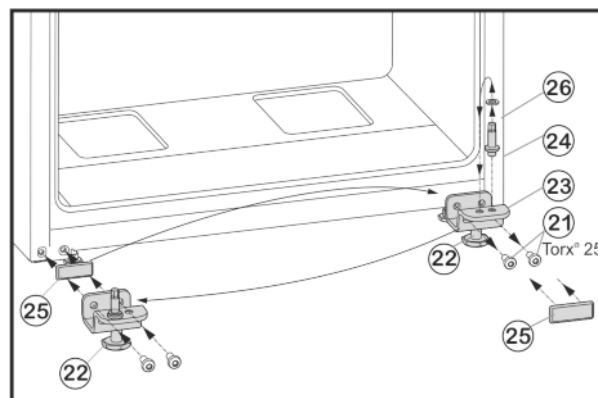

Fig. 6
- Upevňovací šrouby Fig. 6 (21) odšroubujte.
- Vyjměte spodní stojan ložiska Fig. 6 (23) i s ložiskovým čepem Fig. 6 (24), podložkou Fig. 6 (26) a seřizovací nožkou Fig. 6 (22).
- Ložiskový čep Fig. 6 (24) kompletně odšroubujte i s podložkou Fig. 6 (26), přemístěte do protilehlého upínacího otvoru stojanu ložiska a opět přišroubujte.
- Krycí desku Fig. 6 (25) opatrně sejměte a přemístěte ji na protější stranu.
- Spodní stojan ložiska Fig. 6 (23) opět kompletně, i s ložiskovým čepem Fig. 6 (24), podložkou Fig. 6 (26) a seřizovací nožkou Fig. 6 (22), případně s pomocí akumulátorového šroubováku **silou (4 Nm)** našroubujte na nové straně závěsu dveří.
- Spodní dveře nasad'te shora na ložiskový čep Fig. 6 (24).
- ▶ Seřizovací nožku Fig. 6 (22) na spodním stojanu ložiska Fig. 6 (23) vytáчете, až dosedne na zem.